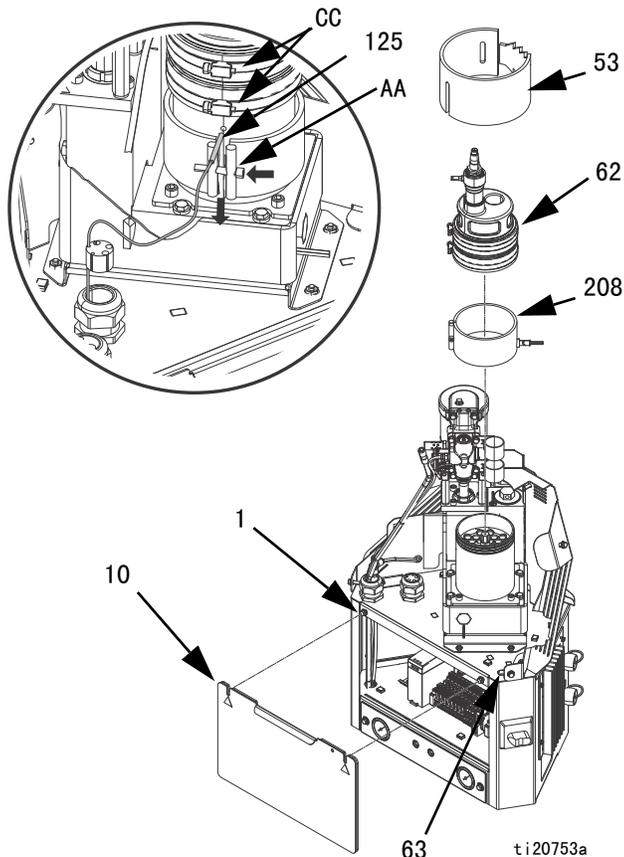
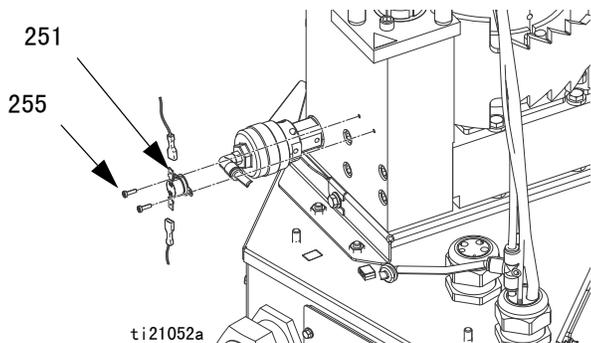

图 36
图 38
16. 松开螺钉（AA），然后卸下载感器（125）。请参见图 36（第 56 页）。
18. 从以下端子上卸下所有加热线。使加热线穿过电气外壳（1）顶部的橡皮环。参见图 36（第 56 页），了解参考信息。
- 用 4 颗螺栓 (259) 将熔化器组件固定到熔化器基座 (257) 上。
- 用四个螺母 (3) 将熔化器组件紧固到系统上。
- 将四根加热线分为一组，使其通过电气外壳 (1) 顶部的橡皮环。按照以下说明连接加热线。参见图 36 (第 56 页)，了解参考信息。
- 连接空气管和空气马达 (218)。
- 连接空气管和填料盖 (62)。
- 连接填料传感器电缆和填料传感器 (20)。
- 将漏斗 (61) 安装在空气马达支架 (528) 中，然后拧紧夹子。
- 将温度传感器 (125) 安装到熔化器上，然后拧紧带式加热器上的螺钉 (AA)。请参见图 36 (第 56 页)。
- 将绝缘体 (52、53) 安装到熔化器组件 (5) 上。
- 连接接线器至过热开关 (251)。参见图 38 (第 58 页)。
- 使用螺母 (3) 安装金属护罩 (27)。
- 使泄压阀空气管 (36) 通过金属护罩，然后将气管连接到泄压阀 (245) 上。
- 将前检修门 (10) 安装在电气外壳 (1) 上。
- 从熔化器出口歧管 (203) 上断开所有加热软管。
拆卸 (参见图 36):
重新组装 (参见图 36):
6. 安装电气外壳检修门 (10)。参见图 36。
7. 安装熔化器织物绝缘体 (53)。
8. 安装填料盖 (62) 橡胶外壳, 使带环夹就位。
9. 将漏斗安装在填料盖 (62) 中, 然后拧紧橡胶外壳上的带环夹 (CC)。
10. 滑动漏斗组件 (61) 使其通过空气马达支架 (528), 然后拧紧夹子。
10. 断开接线器和过热开关 (251)。请参见图 38 (第 58 页)。
11. 将电缆拉出电气外壳后丢弃传感器 (125) 和电线。
1. 用新线束穿过电气外壳顶部的橡皮环 (63)。
2. 连接接线器至过热开关 (251)。参见图 38 (第 58 页)。
3. 将带式加热器温度传感器 (125) 放入熔化物中。
4. 拧紧螺钉 (AA)。
6. 安装电气外壳检修门 (10)。参见图 36 (第 56 页)。